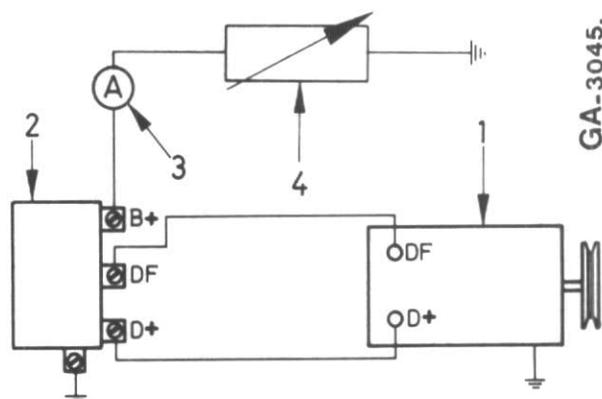

Figure 3
Branchez l'ampèremètre (3) et le rhéostat (4), voir fig. 3.
Faites tourner la génératrice au double du régime nominal, voir fig. 3 et colonne "Début de régulation" des caractéristiques correspondantes. Réglez alors le rhéostat de manière à ce que l'ampèremètre indique l'intensité de courant spécifiée.